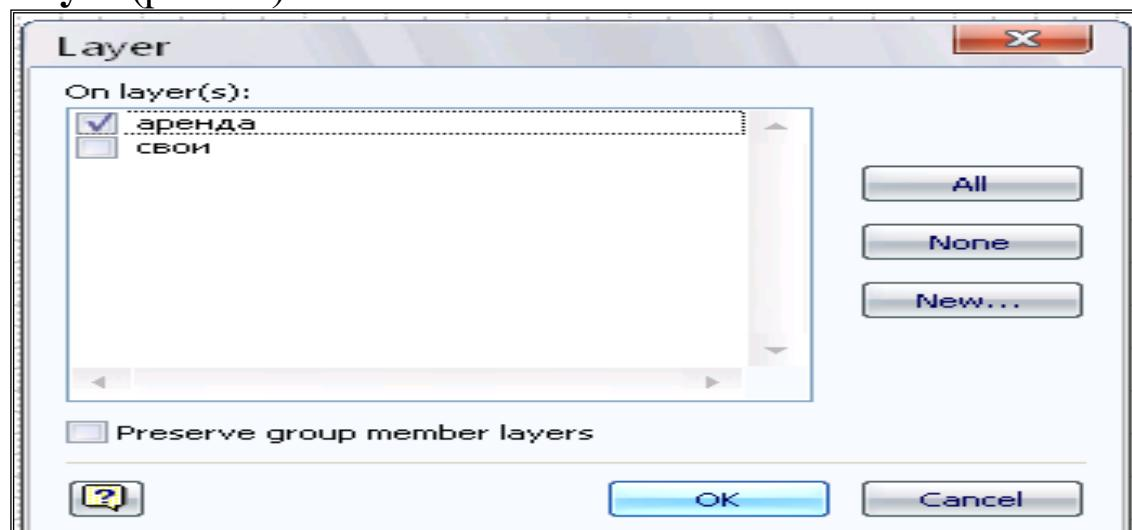

Рис. 78. Привязка фигур к слою
- 1) Далее выполнить привязку ПК1 и ПК2 к слою «аренда», используя контекстное меню конкретных фигур и команды **Format – Layer** (рис. 78):